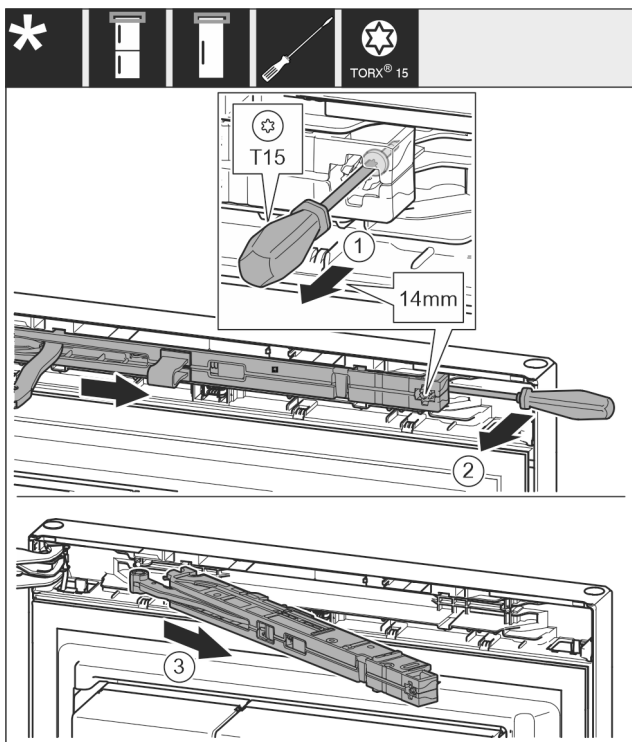

Fig. 10
- ▶ Odvijačem T15 otpustite vijak na jedinici prigušivača zatvaranja oko 14 mm. Fig. 10 (1)
- ▶ Umetnite odvijač na strani prijanjanja iza jedinice prigušivača zatvaranja i okrenite prema naprijed. Fig. 10 (2)
- ▶ Izvucite jedinicu prigušivača zatvaranja. Fig. 10 (3)